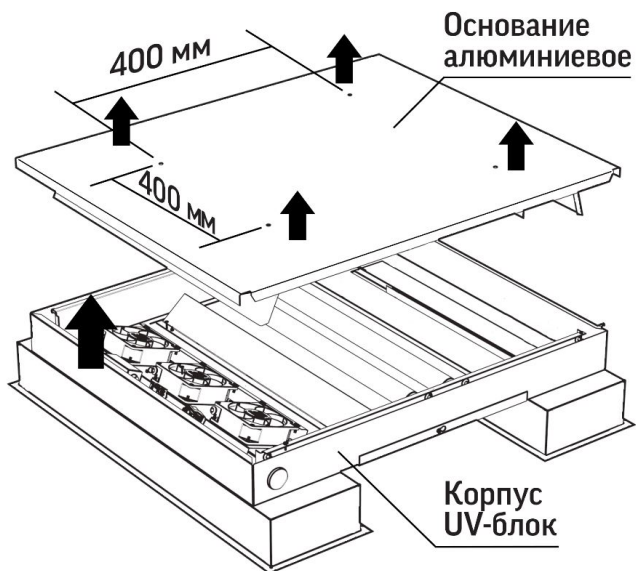

Рис.3
- Достаньте основание алюминиевое UV-блока из корпуса UV-блока (Рис. 3);
- Установите основание UV-блока через заранее подготовленные отверстия  $d=5,5\text{мм}$  на расстоянии 400x400мм к монтажной поверхности (Рис. 3);
- Корпус UV-блока прикрепите к боковым стенкам основания с помощью винтов М3 (Рис. 3);